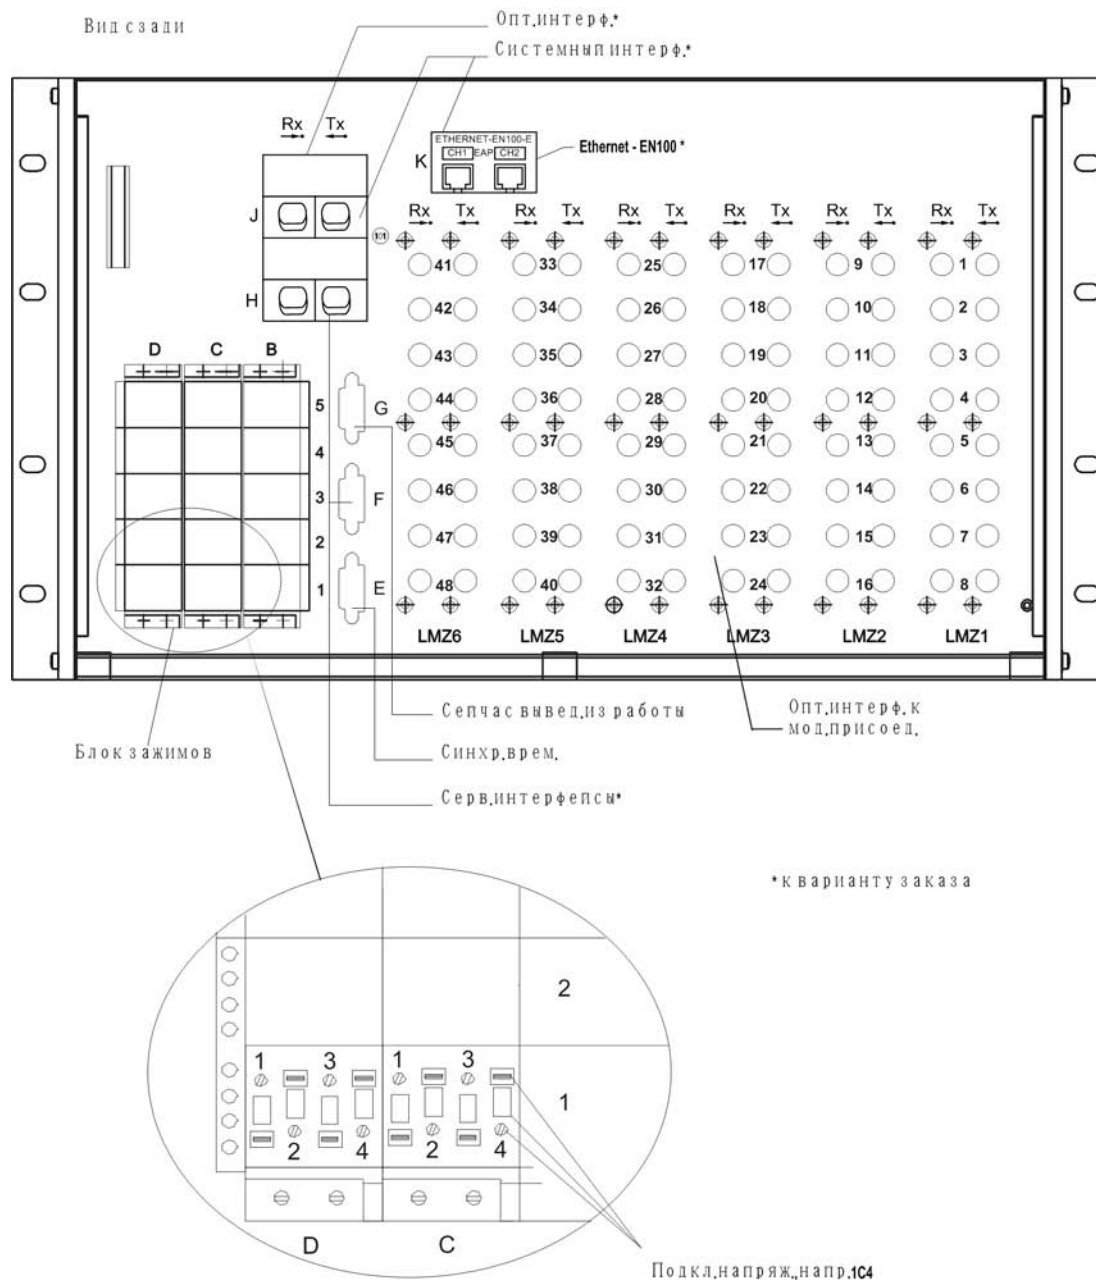

рис. 2-6 Элементы соединений центрального терминала
Блоки зажимов	<p>На задней панели центрального терминала расположены блоки зажимов и разъемов для подключения внешних электрических цепей к блоку питания (PS), модулю ввода/вывода (I/O CU) и коммуникационному модулю (D-CPU). Каждая электрическая цепь подключается с помощью одного винтового и одного втычного зажима (контакта). Блоки зажимов обозначаются в соответствии с их положением в системе координат. В пределах ряда зажимы нумеруются слева направо (рис. 2-6, стр.27).</p>
Центральный терминал	<p>В зависимости от заказанного варианта исполнения устройства, сервисный и системные порты, расположенные на задней панели центрального терминала, могут иметь волоконно-оптические разъемы (рис. 2-6, стр.27).</p> <p>Кроме того, центральный терминал соединен с терминалами присоединений с помощью волоконно-оптических кабелей. Разъемы терминалов присоединений расположены на задней панели центрального терминала (рис. 2-6, стр.27).</p>